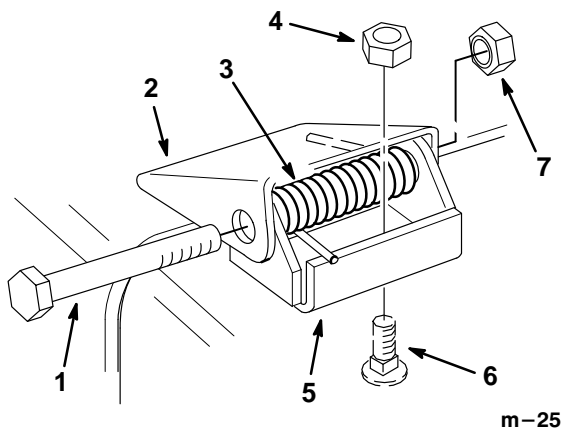

Figure 31
1. Retirer le contre-écrou, le boulon et le ressort de fixation des attaches du déflecteur aux supports d'articulation (Fig. 31).
2. S'il faut remplacer les supports d'articulation, retirer les boulons de carrossier et les contre-écrous coniques qui les fixent au-dessus de l'ouverture d'éjection, puis mettre en place de nouveaux supports. S'assurer que la tête des boulons de carrossier est bien à l'intérieur de l'unité de coupe (Fig. 31).
3. Monter les attaches du déflecteur sur les supports d'articulation à l'aide des boulons, des ressorts et des contre-écrous. Les extrémités droites des ressorts doivent passer entre le déflecteur et l'attache (Fig. 31).
4. Serrer les contre-écrous jusqu'à ce qu'ils touchent les supports d'articulation (Fig. 31).